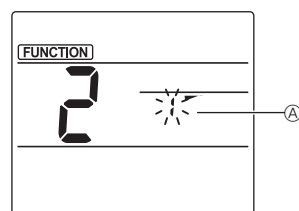

Fig. 2
- ② Välja nummer för fläktblad (Fig. 2) Tryck på knapparna för att välja nummer A för fläktblad och tryck därefter på knappen .